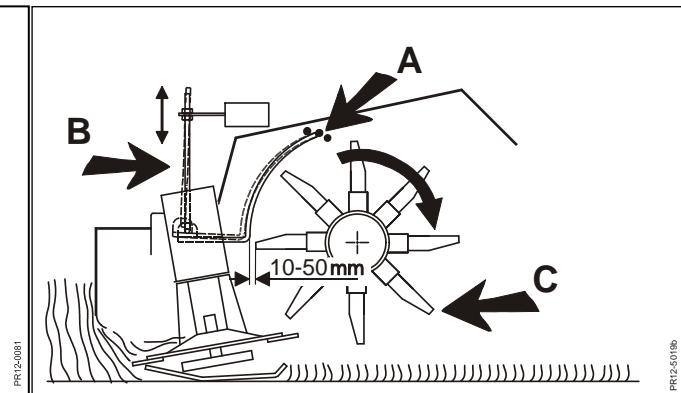

Fig. 3-12
**Fig. 3-12** Indstilling foretages ved at flytte crimperpladen i hullerne ved **A**, (højre og venstre side flyttes ens) samt justering af skruerne ved **B**, (højre og venstre side justeres ens).